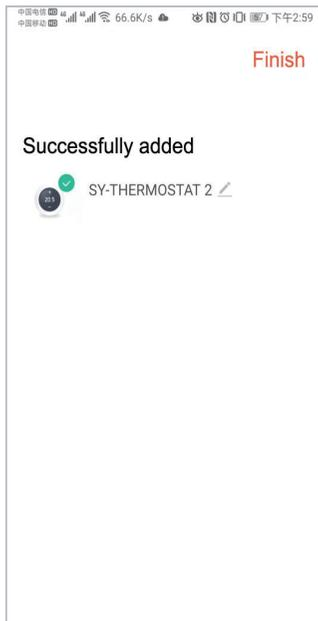

Рисунок 5
5. Прямо сейчас приложение выполняет поиск термостата, устройство будет добавлено в приложение через некоторое время (рис. 5).